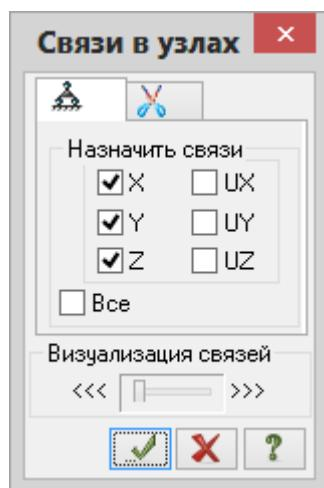

Рис.5.8. Диалоговое окно Связи в узлах
- Щелчком по кнопке  – Связи (панель Жесткости и связи на вкладке Создание и редактирование) вызовите диалоговое окно Связи в узлах (рис.5.8).